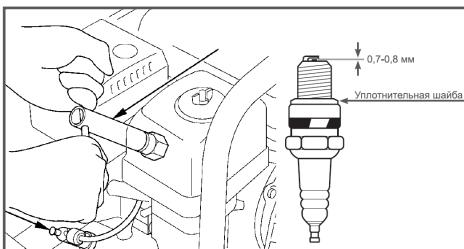

Рис. 25 Обслуживание свечи зажигания
1. Отсоедините колпак свечи зажигания и удалите грязь вокруг свечи зажигания (Рис. 25).
4. Измерьте зазор между электродами свечи зажигания специальным щупом. Зазор должен быть $0,7-0,8$ мм (Рис.25).